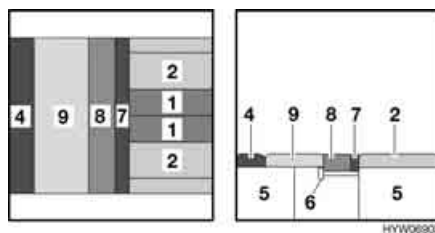

Fig. 105 Dopo la trasformazione
- Piazzare il cuscino aggiuntivo (Fig. 105,4) tra il cuscino del divano (Fig. 105,9) e la parete esterna.
- Appoggiare il cuscino dello schienale (Fig. 105,8) e il cuscino aggiuntivo (Fig. 105,7) sulle due prolunge dei cassoni letto.